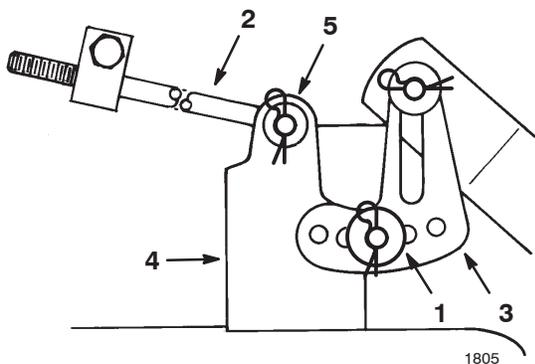

Figure 44
8. Glissez l'extrémité de la longue tige dans le trou du support du plateau (Fig. 44).
9. Fixez la tige en place au moyen de la rondelle mince et de la goupille fendue (Fig. 44).
10. Montez la patte fendue de mise à niveau du plateau de coupe sur l'axe du support du plateau de coupe (Fig. 44).
11. Fixez le plateau de coupe au moyen de la rondelle épaisse et de la goupille fendue (Fig. 44).